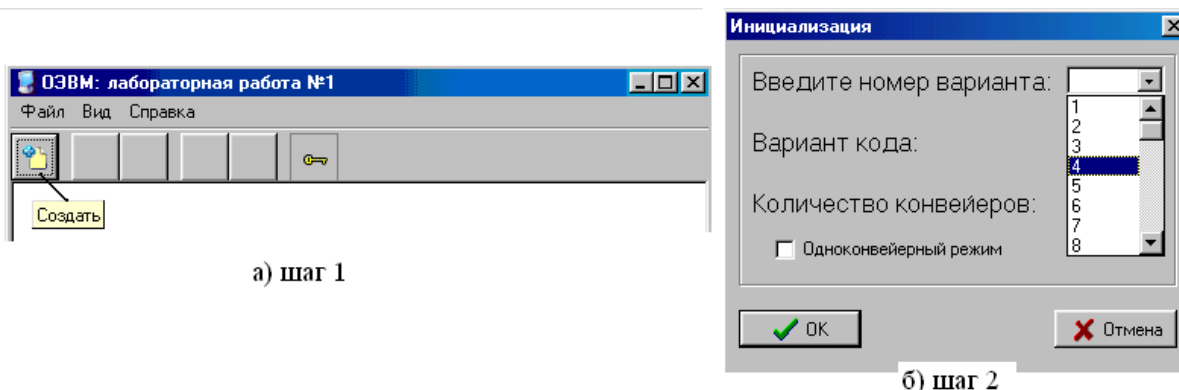

Рис.11. Инициализация моделирования
**Инициализация.** После запуска программы на исполнение на экране появится окно моделирующей программы, выберите закладку - «Создать», (см. рис.11,а) на ней – номер заданного варианта и режим моделирования: при моделировании в одноконвейерном режиме поставьте пометку в соответствующем поле, нажмите на кнопку «ОК» (см. рис.11,б).